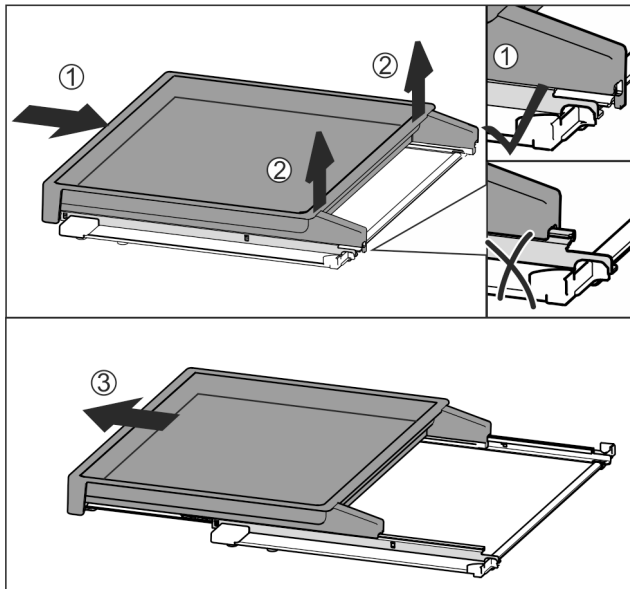

Fig. 32
- ▶ Uitschuiplateau volledig erin schuiven Fig. 32 (1).
- ▶ Vergrendeling aan de achterkant losmaken Fig. 32 (2).
- ▶ Uitschuiplateau vanaf de voorkant eruit halen Fig. 32 (3).